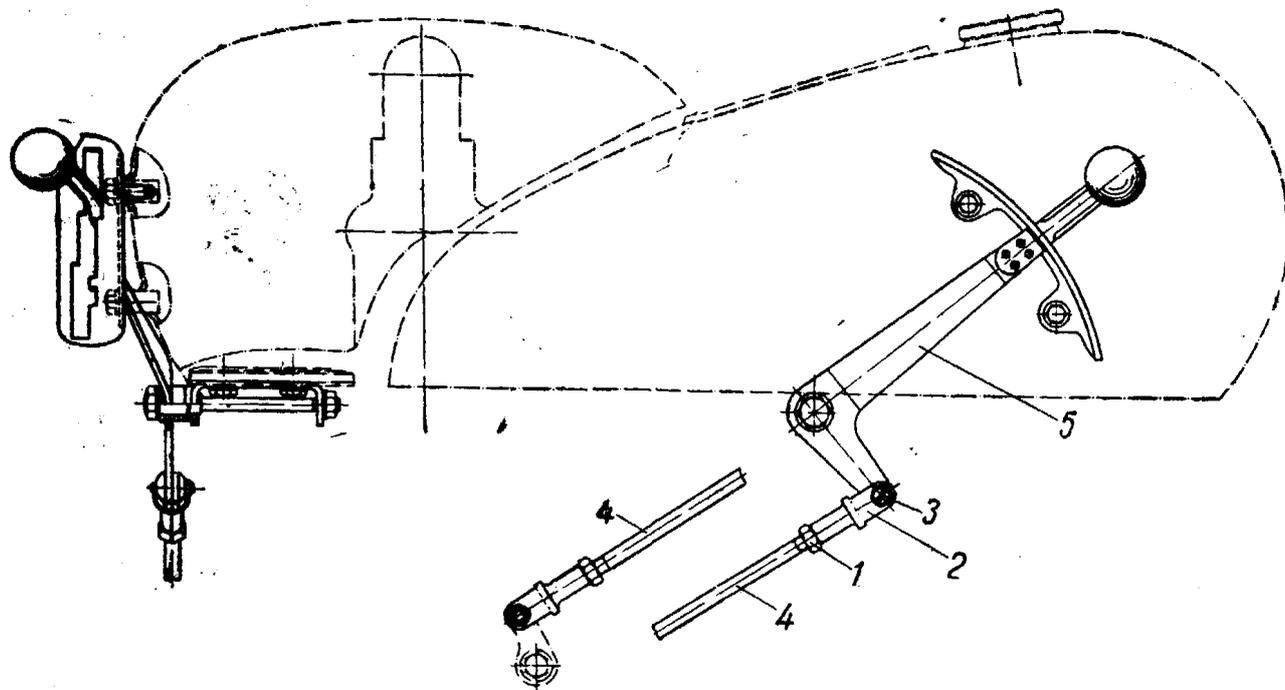

Рис. 8. Привод управления коробкой перемены передач:
2. Отвернуть контргайку 1 (рис. 8) регулировочной вилки 2 на один-два оборота.